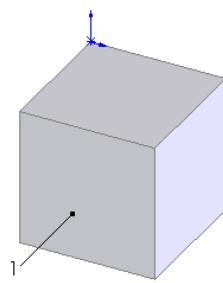

图 3-118 拉伸的图形
**03** 拉伸实体。在菜单栏中选择“插入”→“凸台/基体”→“拉伸”命令，或者单击“特征”工具栏中的“拉伸凸台/基体”图标按钮，将上一步绘制的草图拉伸为“深度”为 60 的实体，结果如图 3-118 所示。
**04** 设置基准面。选择图 3-118 中的表面 1，然后单击“标准视图”工具栏中的“正视于”图标，将该表面作为绘制图形的基准面。